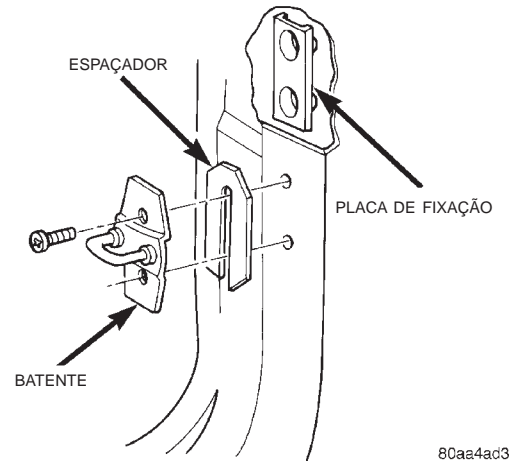

Fig. 36 Batente da Trava da Porta Dianteira
- (1) Com um lápis de cera ou equivalente, marque a posição do batente.
- (2) Remova os parafusos que prendem o batente à coluna "B" (Fig. 36).
- (3) Separe o batente da coluna "B".